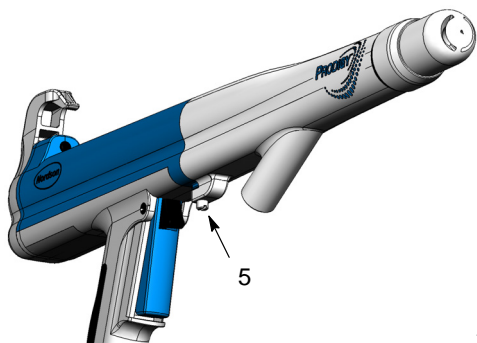

Figura 2 Desaperto do parafuso de fixação do adaptador
2. Consulte a figura 2. Desaperte o parafuso de fixação (5) situado na parte inferior do adaptador.